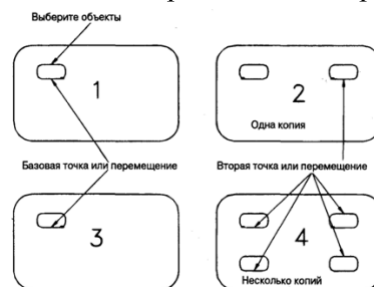

Рис.1 Команда «Копировать»
4.1. Создать произвольный контур (см.рис.1)